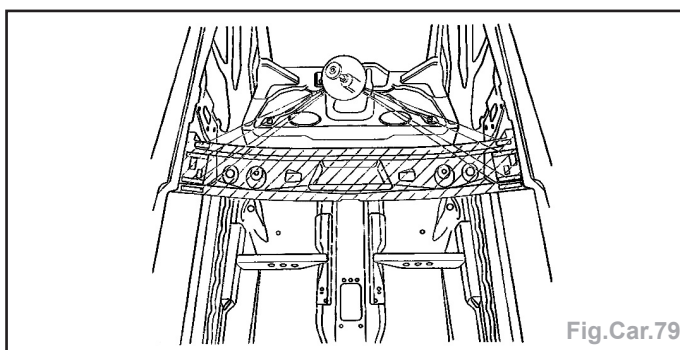

Fig.Car.79
- Meuler les points de soudures électrique (Fig.Car.79).